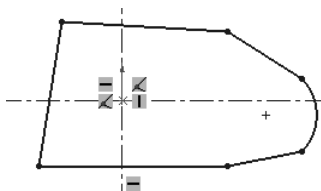

图 2.12.4 绘制圆弧
Step 4 绘制圆弧。选择下拉菜单 **工具(T)** → **草图绘制实体(E)** → **三点圆弧(S)** 命令, 在图形区绘制图 2.12.4 所示的圆弧。